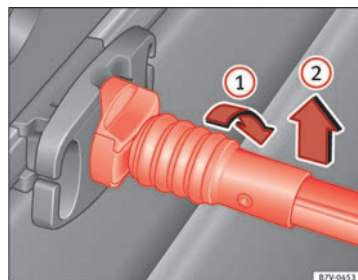

Fig. 99 Sganciare la rete per bagagli.
- Ruotare la barra di sostegno verso destra di 90° ⇒ fig. 99  finché la tacca rossa sulla barra diventa visibile. Estrarre la barra di sostegno standola verso l'alto .